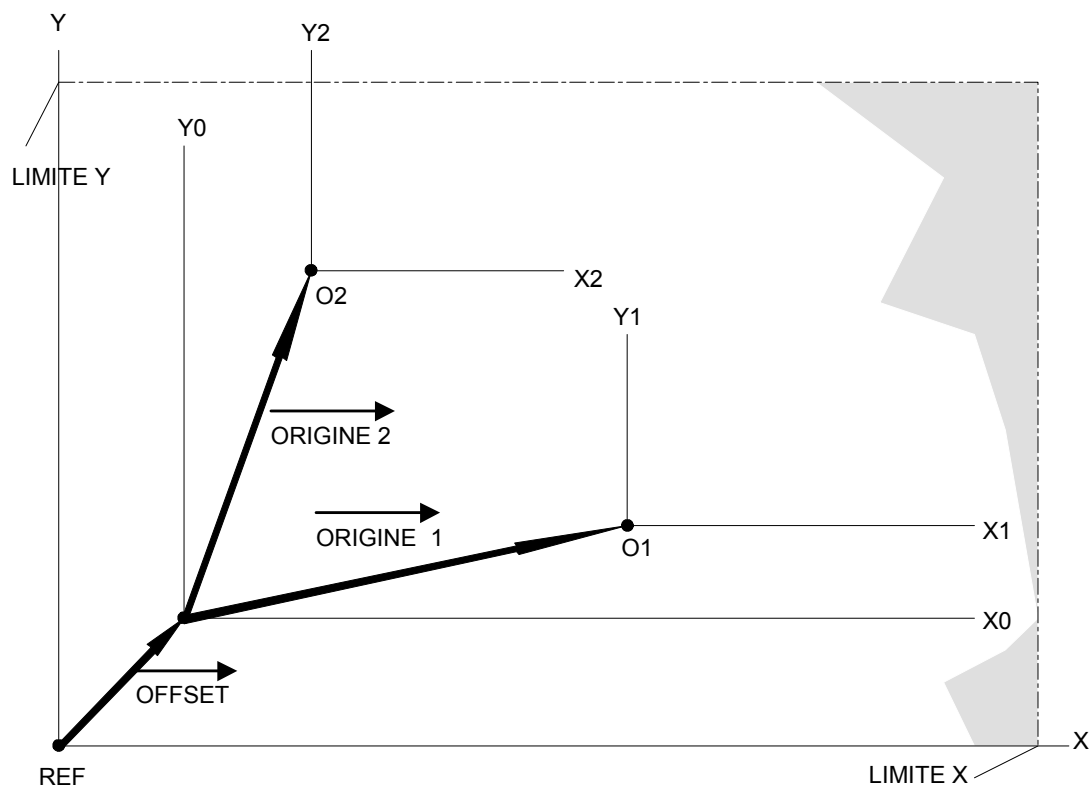

Figure 3.3 : Les Référentiels UNIPROG
- le **référentiel de base** est obtenu à partir du point de référence par la translation OFFSET, voir figure 3.3;